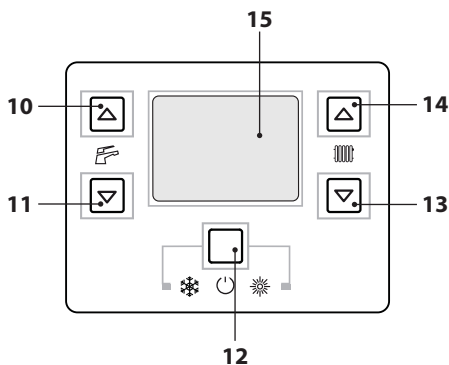
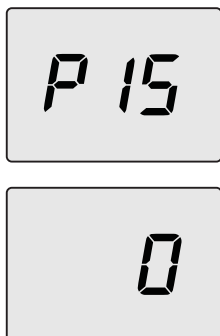

Рисунок 5.15
Рисунок 5.17
кунд кнопки 12-13-14 (Рисунок 5.15) до появления на ЖК дисплее кода **P01**, который сменяется значением параметра, указывая на вход в "параметр 01" (Рисунок 5.16).
- Пролить параметры, используя кнопки 13 или 14 до появления на ЖК-дисплее кода **P15**, который сменяется значением параметра, указывая на вход в "параметр 15" (Рисунок 5.17).
- Чтобы подтвердить внесенное значение, нажать кнопку 12 (Рисунок 5.15).
- При одновременном нажатии кнопок 12 и 13 (Рисунок 5.15), происходит выход без изменения значения (возврат к перечню параметров, см. (Рисунок 5.17)).
- При одновременном нажатии и удерживании в течение 10 секунд кнопок 12-13-14 (Рисунок 5.15) происходит выход из "режима программирования".
В любом случае, если комнатная температура слишком низкая или слишком высокая, можно увеличить или уменьшить температуру отопления на $\pm 15^\circ\text{C}$ при помощи кнопок 13 (уменьшение) и 14 (увеличение), см. (Рисунок 5.15).